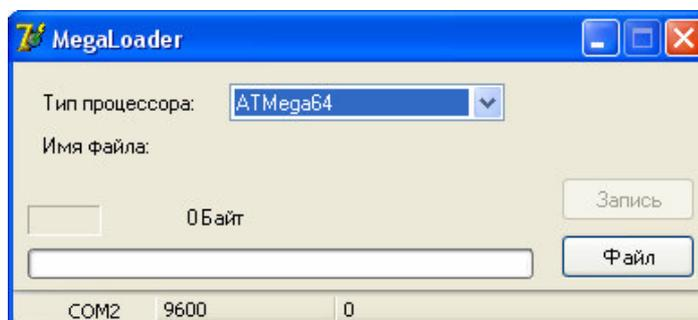

Рисунок 4 – Окно программы MegaLoader
Для параметризации контроллера используйте программу QP1Configurator (рисунок 4). Параметризация выполняется в режиме «off-line» отдельно для каждой из плат: Master и Slave. Выберите закладку Master или Slave и установите необходимые параметры, затем сохраните файл конфигурации с признаком типа платы. Соответствие портов платы:
5.3.1 Для загрузки файлов резидента (исполняемого модуля рабочей программы контроллера) и параметров, подготовленных программой QPConfigurator, непосредственно в память контроллера следует использовать программу MegaLoader (рисунок 4). Файлы загружаются отдельно на две платы: Master и Slave.